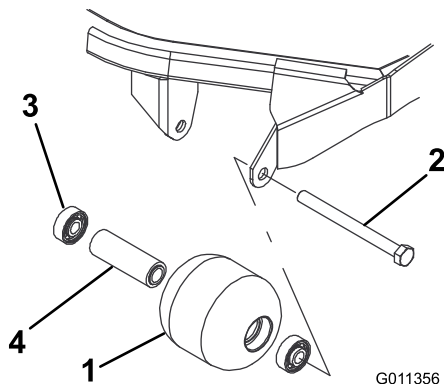

Figura 97
1. Retire el perno de montaje del rodillo (Figura 97).
4. Inspeccione el alojamiento del rodillo, los cojinetes, y el espaciador del cojinete (Figura 97). Sustituya cualquier componente dañado y ensámblelos.
1. Introduzca a presión el primer cojinete en el alojamiento del rodillo (Figura 97). Haga presión solamente sobre el anillo de rodadura exterior, o de forma igual sobre el anillo exterior y el interior.
2. Introduzca el espaciador (Figura 97).
3. Introduzca a presión el segundo cojinete en el alojamiento del rodillo (Figura 97). Presione uniformemente sobre los anillos de rodadura interior y exterior hasta que el anillo interior entre en contacto con el espaciador.